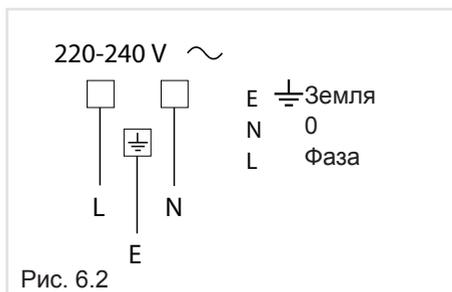

Рис. 6.2
- Подсоедините провода фазы и заземления к щитку с зажимами, как показано на рис. 6.2.